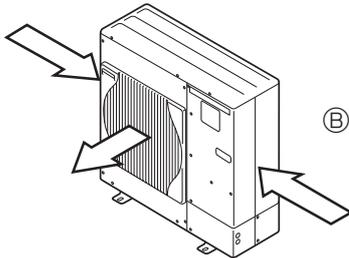

Fig. 2-4
- ② Установите дополнительный воздухопровод, если прибор установлен в месте, где сильный ветер от тайфуна и т.д. может попадать непосредственно в вентиляционную решётку. (Fig. 2-4)